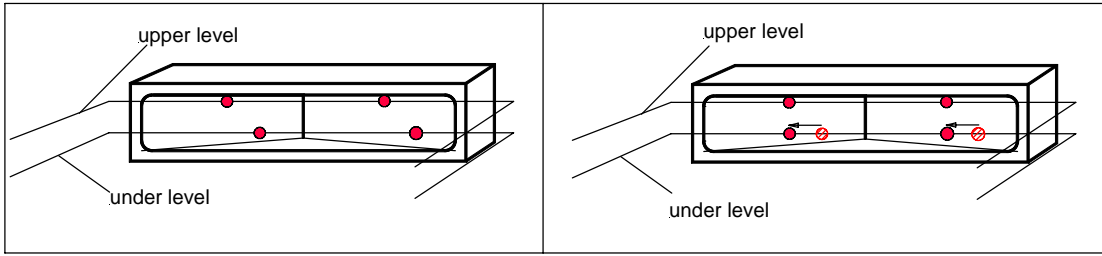

图 13:
- 3) 把角隅反射镜移动到离激光头最近的点 (图 13)，在 y 和 z 方向调整光束方向：
- 4) 通过以下步骤调整角度反射镜，图 13
- 通过旋转安装夹具的螺丝来调整角度反射镜，以便光束能够反射回入射方向。两束光都必须再次经过上层的双光楔镜（观察双光楔镜上反射回的光束，直到它与来自干涉仪中的光束重合）。通过正确调整，底层（图 13）的两束光反射回角度反射镜了。
通过微调角度反射镜，底部的垂直光路就会随上部的光路而调整（图 13）。